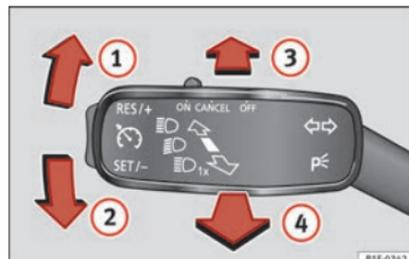

Fig. 131 Palanca de intermitentes y luz de carretera.
- Desplace la palanca » fig. 131 hacia arriba ① o hacia abajo ②.
- Presione la palanca » fig. 131 hacia delante en el sentido de la flecha ③.
- Las luces de carretera se apagan volviendo la palanca a la posición original en el sentido de la flecha ④.
- Tire de la palanca » fig. 131 hacia el volante (punto de presión) en el sentido de la flecha ④.
- Accione la palanca de intermitentes »» **fig. 131** »» pág. 126 hacia arriba o hacia abajo – se encienden las luces de posición del lado derecho o izquierdo del vehículo.